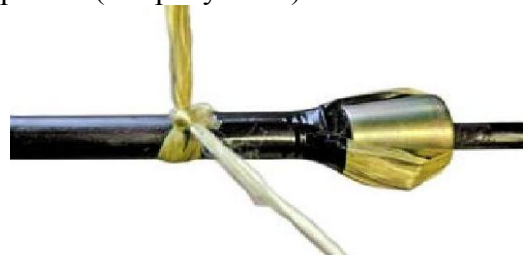

Рисунок 6
4.1.5 Обжать пучки синтетических нитей вокруг конуса, поверх нитей намотать 2-3 слоя ленты ПВХ, крепко завязать пучки в узел, лишнюю длину отрезать (см. рисунок 6).